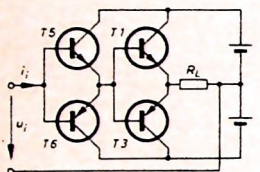

Bild 4. Gegentakt-B-Endstufe und Treiber in Darlingtonschaltung
Also: Ein etwa 15 m hinter der Empfangsantenne wirksamer „Reflektor“ (s. Bild 1) oder eine 15 m lange schlecht angepaßte Antennenzuleitung (s. Bild 4 und Gl. (7)) kann bereits zum „Geistersehen“ führen.
Wie Bild 4 zeigt, arbeitet auch der Treiber in Klasse B und bildet mit der Endstufe eine Gegentakt-Variante der Darlingtonschaltung. Jedes der beiden Darlington-Paare arbeitet jeweils nur während einer Halbwelle des Steuerwechselstromes, während der anderen ist es gesperrt. Bei der
Die zur Aussteuerung der Schaltung nach Bild 4 benötigte Steuerleistung ist infolge der hohen Leistungsverstärkung  $v_p = v_u v_i$  der Darlingtonschaltung so klein, daß sie ohne Schwierigkeiten von einer Kleinsignal-Vorstufe in Klasse A geliefert werden kann. Wegen der besonderen Eigenschaften des Eingangswiderstands der Gegentaktschaltung ist jedoch die Wahl des richtigen Quellwiderstands von entscheidender Bedeutung.